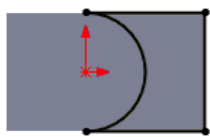

图 11.3.5 横断面草图
② 定义横断面草图。在草图环境中绘制图 11.3.5 所示的横断面草图。
- ③ 选择下拉菜单 **插入(I)** → **退出草图** 命令，完成横断面草图的创建。